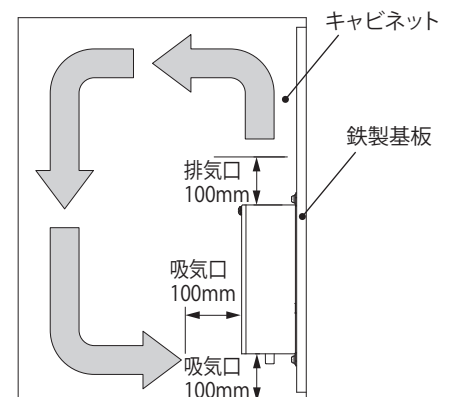

図 1 障害物からの距離
- ・吸気口および排気口の通風を妨げたり塞がないよう、また、排気が直接本製品吸気口に流入しないように取付位置に注意してください。能力低下の原因になります。障害物からの距離を 100mm 以上離すことをおすすめします。(図 1)